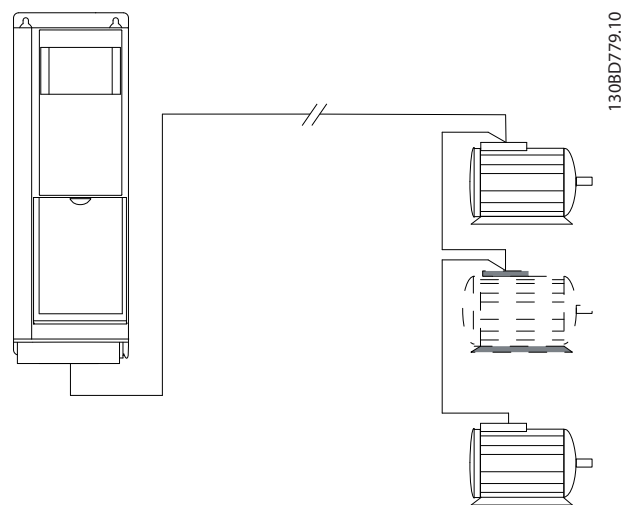

Abbildung 9.55 Lange Kabel in Reihenschaltung
- Für lange Kabel ohne parallelen Anschluss, siehe *Abbildung 9.55*.